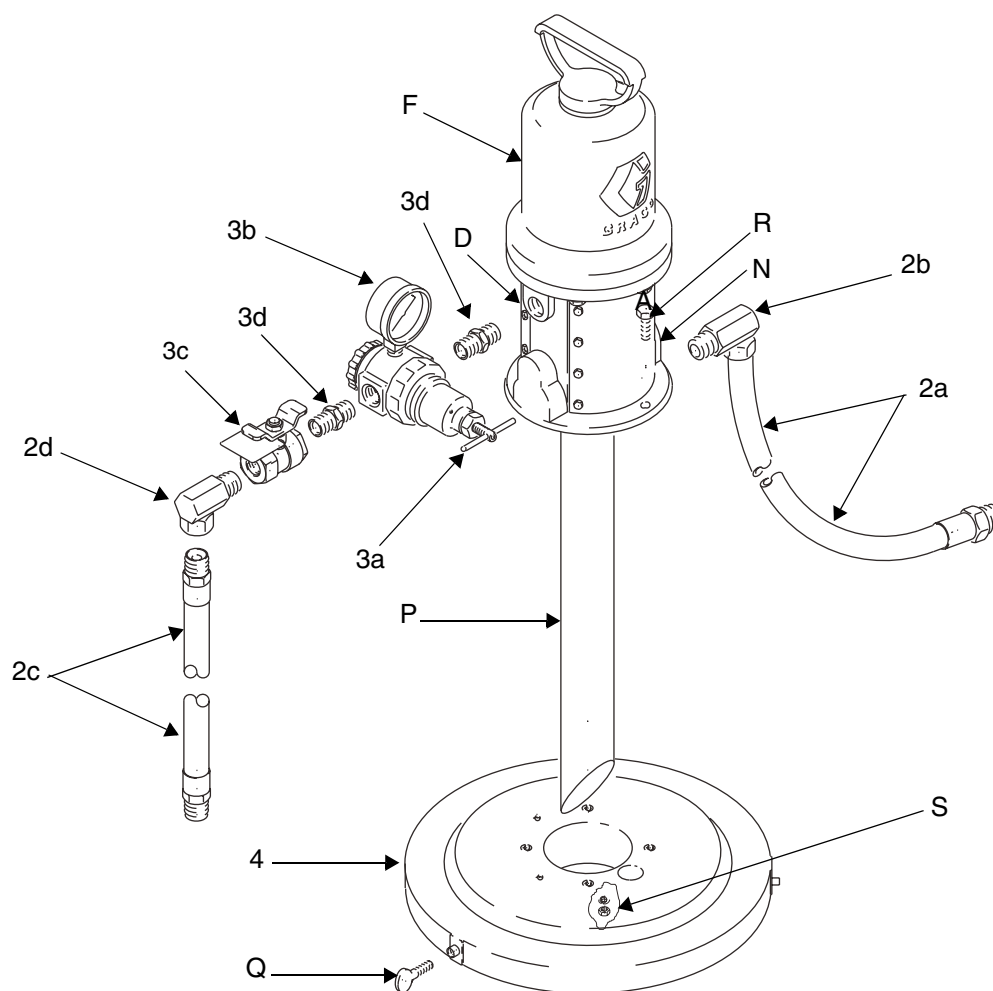

FIG. 5
1. Coloque la tapa (4) en un bidón de 60 litros y sujétela con los tornillos de mariposa (Q). Vea FIG. 5.
2. Para el modelo 246904, corte el tubo de extensión (P) en un ángulo de 45° a la longitud apropiada al tamaño del bidón. Cuando lo instale, la parte inferior del ángulo debe quedar a unos 25 mm del fondo del bidón. Para el modelo 225094, el tubo descendente está dimensionado según el recipiente.
3. Instale la bomba (F) en la tapa (4) con los tornillos (R), las arandelas y las tuercas (S) suministradas.
4. Monte el kit del regulador de aire (ítems 3a-3d) en la entrada de aire de la bomba (D) como se muestra. Utilice sellador de roscas y apriete firmemente todas las piezas.
6. Aplique sellador de roscas a las roscas macho de la unión giratoria de 1/2 npt (2b). Enrosque la unión en la salida de aire de la bomba (N).